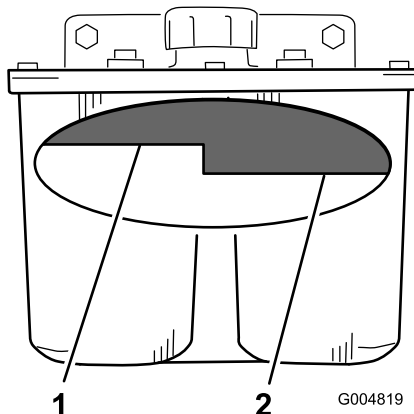

Figura 94
3. Limpe a zona em redor do tubo de enchimento do depósito hidráulico (Figura 94).
4. Retire a tampa do tubo de enchimento e observe o interior para verificar se existe fluido no reservatório (Figura 94).
Nota: O nível do fluido deve encontrar-se no cimo do nível quente do abafador, quando o fluido está quente (Figura 94).